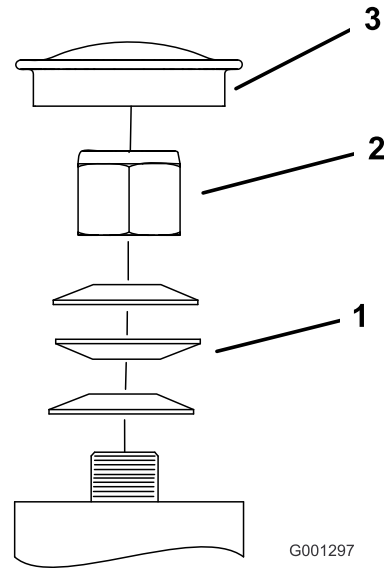

Figura 75
3. Retire el tapón guardapolvo de la rueda giratoria y apriete la contratuerca (Figura 75).
4. Apriete la contratuerca hasta que las arandelas de muelle estén planas, luego afloje $\frac{1}{4}$ de vuelta para establecer la pre-carga correcta de los cojinetes (Figura 75).
Importante: Asegúrese de que las arandelas de muelle están correctamente instaladas, según se muestra en Figura 75.
5. Coloque el tapón anti-polvo (Figura 75).